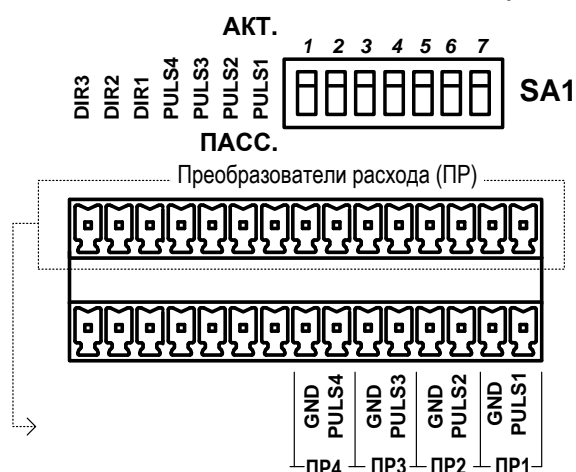

Рис.22. Маркировка коммутационных элементов подключения ПР.
7.5.2.1. Входы предназначены для подключения датчиков расхода с выходным частотным, либо импульсным сигналом. Маркировка коммутационных элементов для подключения ПР показана на рис.22.